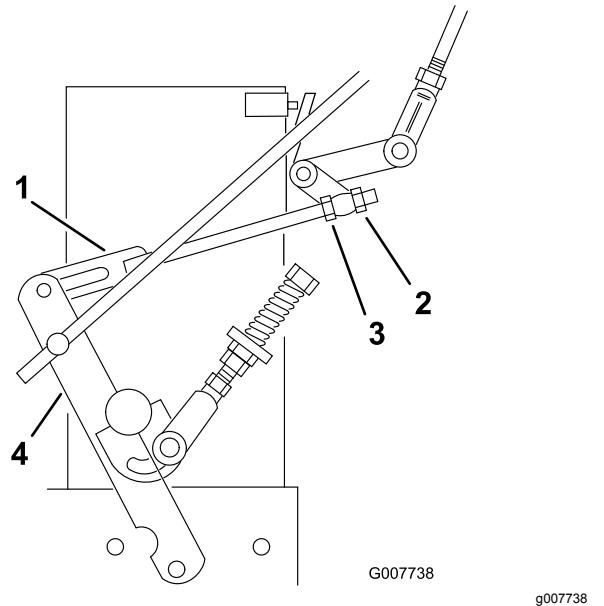

Figure 36
8. Desserrez l'écrou de réglage avant sur la tringlerie de commande hydraulique gauche, comme montré à la Figure 36.
9. Tournez l'écrou de réglage gauche dans le sens antihoraire jusqu'à ce que la roue tourne en avant (Figure 36).
le levier de commande de vitesse en avant et ramenez-le à la position POINT MORT. Répétez cette opération jusqu'à ce que la roue gauche arrête de tourner en avant (Figure 36).